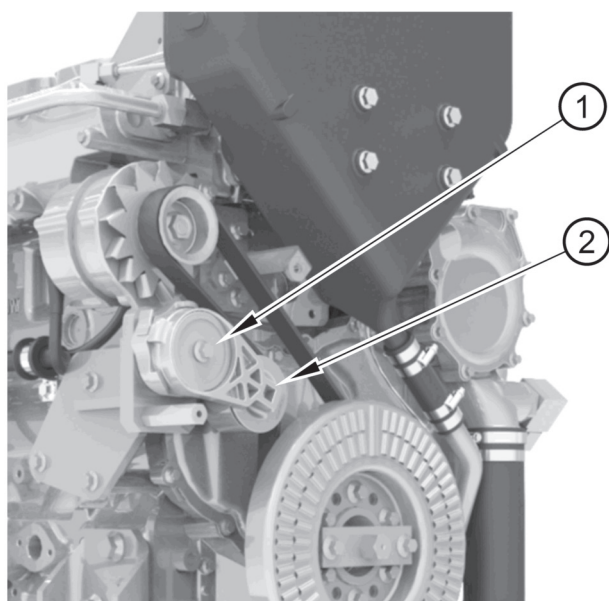

Figura 15
2. Inserte una herramienta de punta cuadrada (figura 15, elemento 2) en el orificio cuadrado del tensor de la correa (elemento 1). Haga girar el tensor de la correa hacia la derecha para liberar la tensión de la correa. Retire la correa.